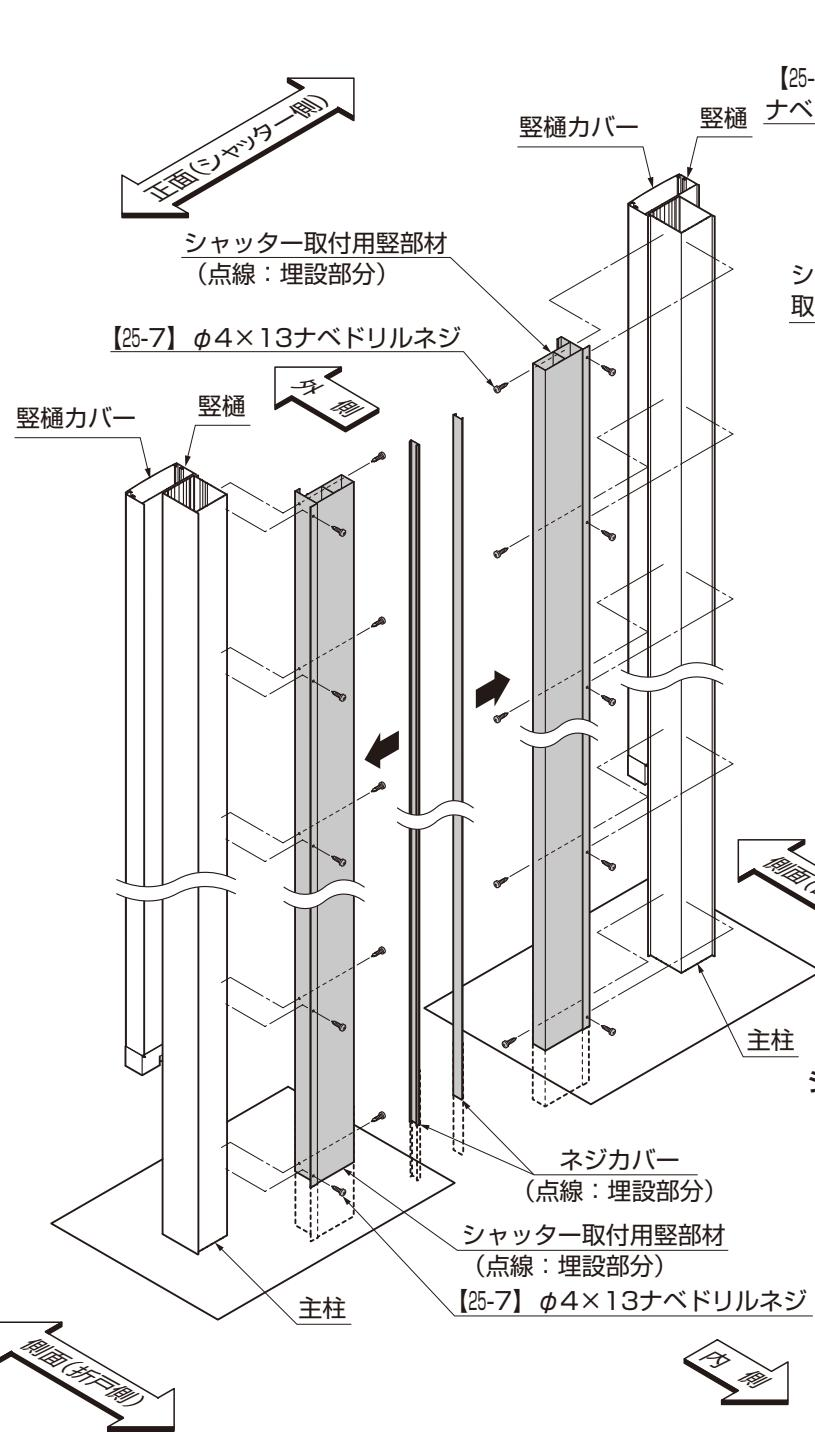

図3-1
①外枠を施工現場の土間仕上げ面上端に合わせて切削してください。(図3-1参照)
●標準高さ (H23) の場合、外枠の加工寸法は、H2=2549 (切削寸法: 150) となります。(図3-1参照)
●施工後のメンテナンス上、外枠、ガイドレールは土間に埋込まないでください。(図3-1、図3-2参照)